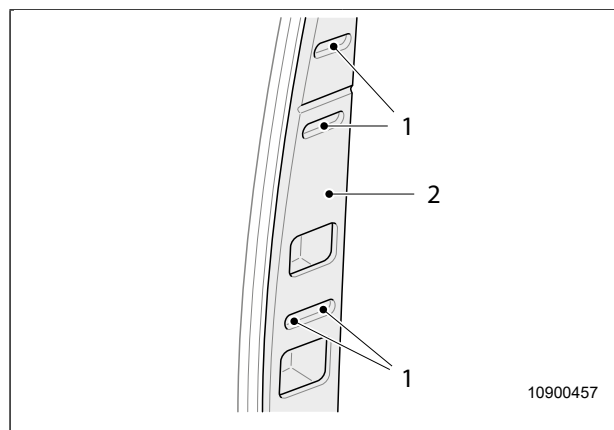

Fig. 63 Rivestimento
3. Rimuovere i tappi di chiusura (Fig. 63, pos. 1) sul rivestimento (Fig. 63, pos. 2).
4. Con il cacciavite svitare le viti di fissaggio del rivestimento (Fig. 63, pos. 2) degli attrezzi di bordo.
5. Rimuovere delicatamente il rivestimento (Fig. 63, pos. 2).